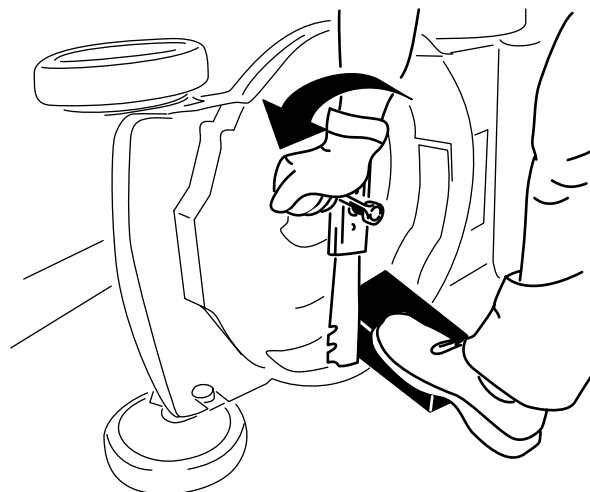

Figura 28
3. Use um bloco de madeira para manter a lâmina estável (Figura 28).
4. Remova a lâmina, guardando todo o maquinário de montagem (Figura 28).